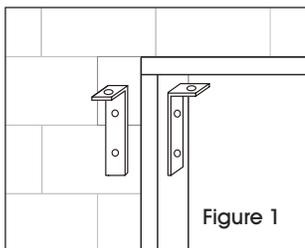

Figure 1
1. Avant de commencer l'installation, décidez de l'emplacement de la barrière. La ferrure en "L" qui forme la charnière du haut permet d'installer la barrière dans l'embrasure du cadre de porte. L'installation peut aussi se faire sur le mur intérieur ou extérieur à côté de la porte ou sur le cadre ouvrant. (Voir Figure 1)